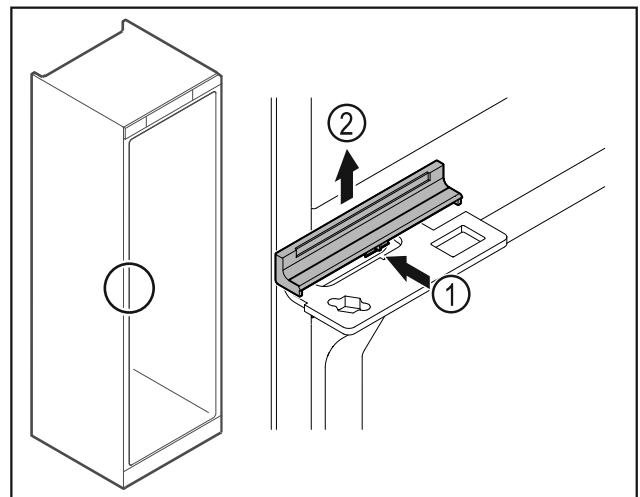

Fig. 48
- ▶ 轻轻压入中间的盖板 Fig. 48 (1)并朝上取下 Fig. 48 (2)。